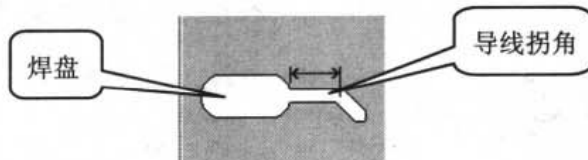
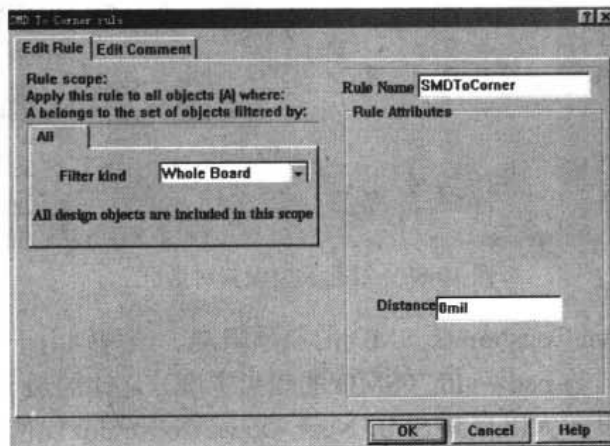

图 10-91 SMD To Corner Constraint
图 10-92 SMD To Corner rule 设置对话框
- **SMD To Corner Constraint:** 走线拐弯处与磁敏二极管的距离。该规则用于设置最接近 SMD 元件焊盘的走线拐角与 SMD 元件表面之间间距的最小值,如图 10-91 所示。该规则的 SMD To Corner Rule 设置对话框,即如图 10-92 所示,在 Distance 处输入设置值。